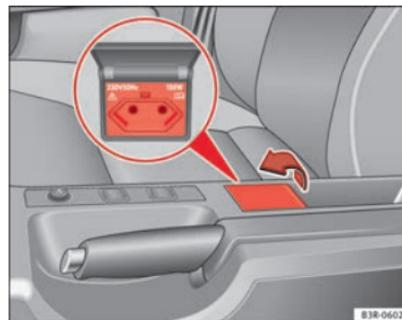

Fig. 125 Centro de la consola central: toma de corriente de 230 voltios.
- Levante la tapa para abrirla ⇒ fig. 125.